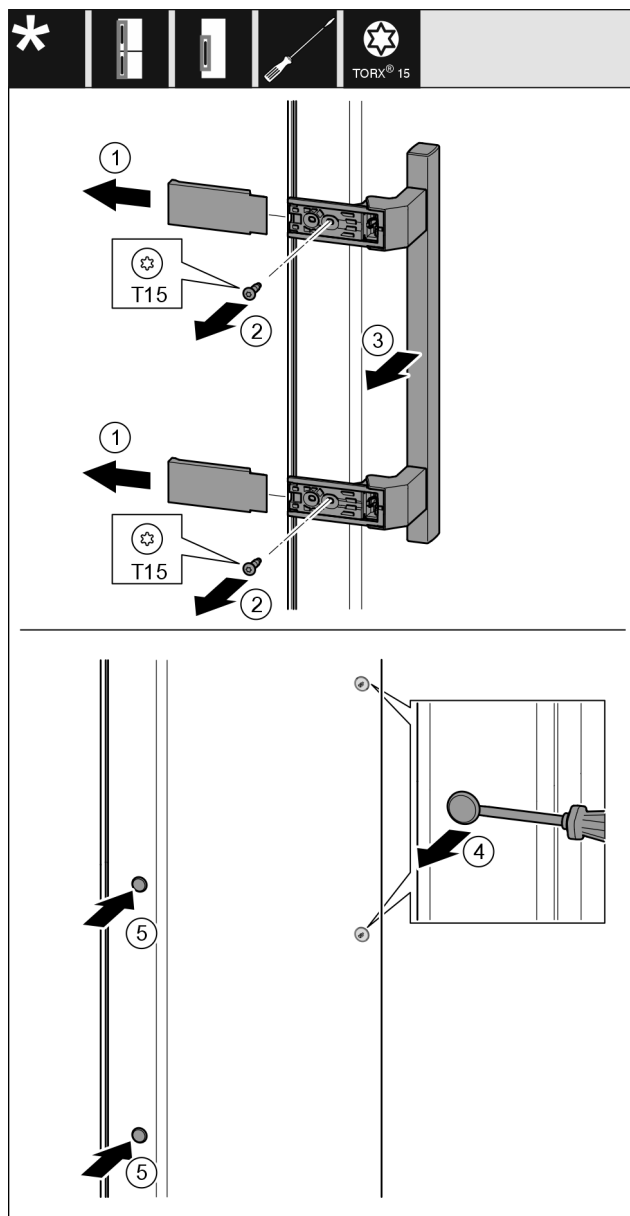

Fig. 23
- Снимите крышку Fig. 23 (1).
- Выкрутите винты Fig. 23 (2) отверткой.
- Снимите ручку Fig. 23 (3).
- Осторожно приподнимите шлицевой отверткой боковую заглушку Fig. 23 (4) и извлеките ее.
- Снова установите заглушку Fig. 23 (5) с другой стороны.